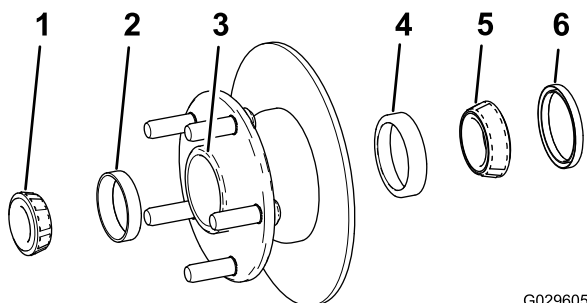

Figura 34
1. Rimuovete il cuscinetto esterno e il relativo anello dal mozzo (Figura 34).
2. Rimuovete la guarnizione, il cuscinetto interno e il relativo anello dal mozzo (Figura 34).
5. Pulite la cavità del mozzo da tutto il grasso, la sporcizia e i detriti (Figura 34).
7. Montate gli anelli dei cuscinetti interni ed esterni nel mozzo (Figura 34).
8. Riempite la cavità del mozzo per il 50–80% di grasso specificato (Figura 34).
9. Montate il cuscinetto interno sull'anello sul lato interno del mozzo e montate la guarnizione (Figura 34).